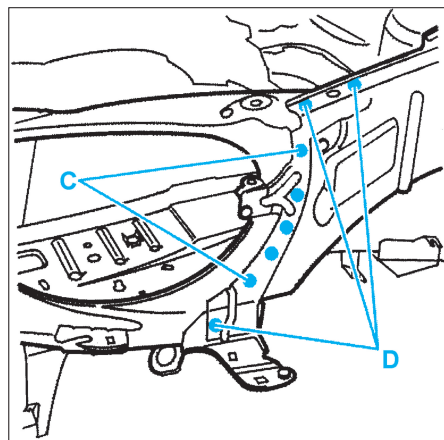

FIG. 7
- Souder par points électriques (suivant C) (avec l'équipement AB1) (Fig.7).